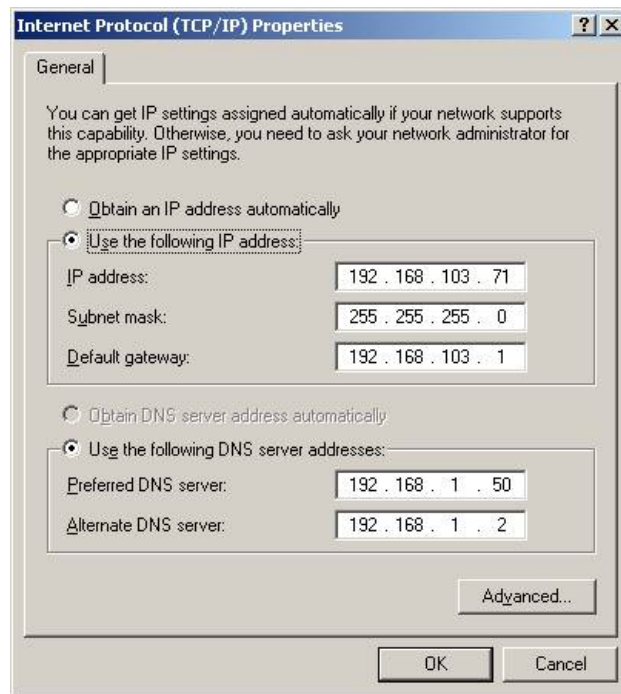

Figura 2.6 – Tela de Alteração do Endereço IP
7. Escolha a opção Protocolo de Internet (*Internet Protocol*) e clique em Propriedades (*Properties*). A seguinte janela será exibida, conforme mostra a Figura 2.6..